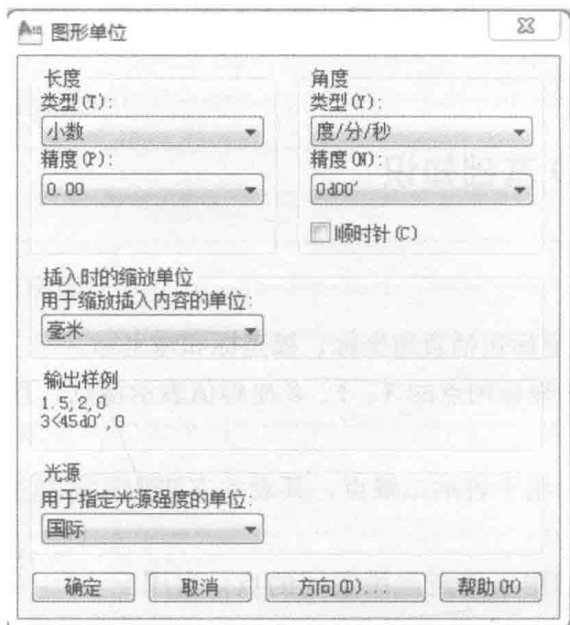

图 1-2 设置绘图单位
1. 设置绘图单位 用于设置绘图单位格式的命令是 UNITS。选择“格式”/“单位”命令, 即执行 UNITS 命令, 打开“图形单位”对话框, 用于确定长度尺寸和角度尺寸的单位格式以及对应的精度, 如图 1-2 所示。